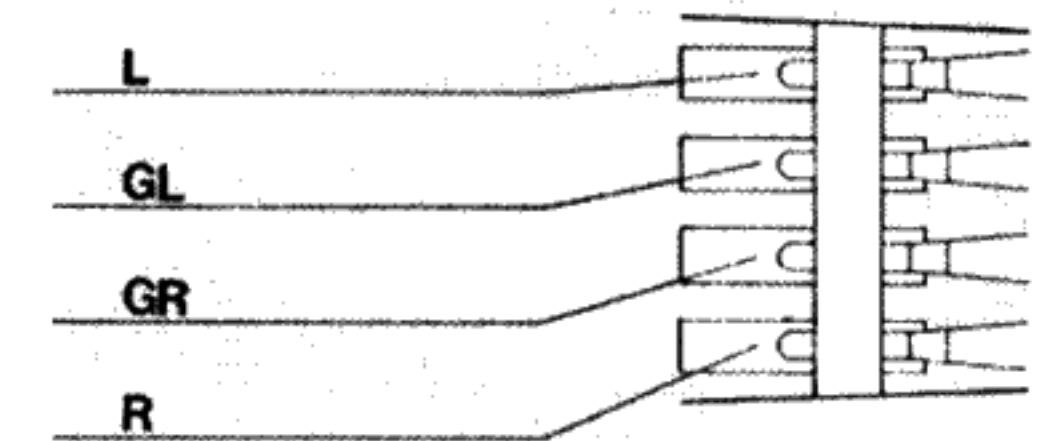

Fig. 18
3. Die Anschlüsse am Systemträger und Ton-abnehmersystem sind gekennzeichnet (Fig. 18). Verbinden Sie die Anschlußlitzen des Systemträgers mit den entsprechenden und gleich gekennzeichneten Anschlußstiften des Tonabnehmersystems.
3. Les connexions sur le porte-cellule et la cellule sont repérées. Reliez les cordons du porte-cellule aux broches de la cellule portant le même repère (Fig. 18).
3. The connection inputs on the cartridge holder and on the cartridge are color coded. Connect the leads on the cartridge holder to the correspondingly coded connection pins of the cartridge (Fig. 18).
3. De aansluitingen aan de houder zijn gekleurd. De kleurencodes komen overeen met de aanwijzingen op het element. Sluit ze achtereenvolgens aan (Fig. 18).
3. Las conexiones del portacápsulas y de la cápsula van marcadas. Conecte las clavijas de la cápsula con los cables de igual marca del portacápsulas (Fig. 18).
3. Anslutningstrådarna i monteringsbryggan är färgmärkta (Fig. 18). Koppla dessa trådar till stiften med motsvarande markering på pick-upen.
3. I contatti della testina sono contrassegnati (Fig. 18). Collegare questi con i corrispondenti della cellula.